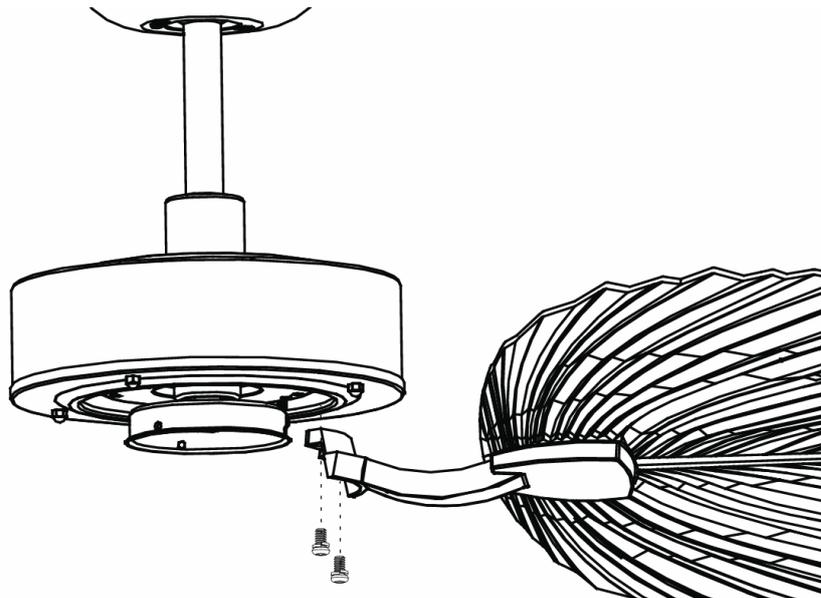

Abb. 5.2
2. Befestigen Sie die Ventilatorflügelinheit an der Ventilatorbaugruppe, indem Sie die 2 Schrauben und Federscheiben festziehen. (Abb. 5.2)